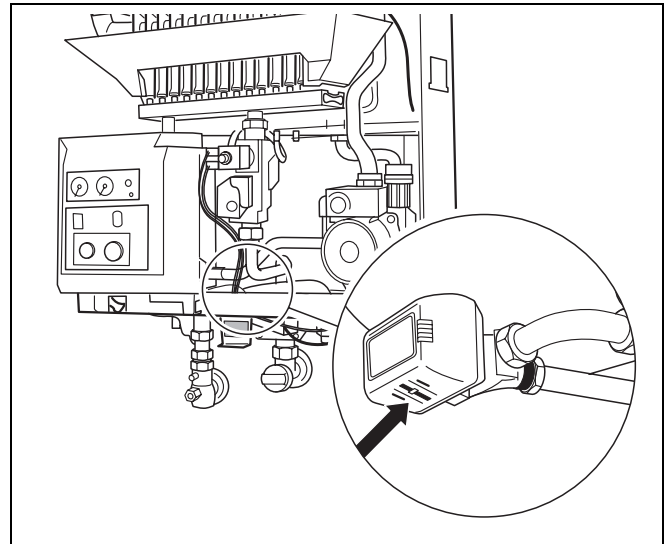

fig. 16 Vanne à trois voie
- Mettre la vanne à trois voies (fig. 16) en position médiane en poussant vers la droite puis en enfonçant le levier à l'aide d'un tournevis par exemple.